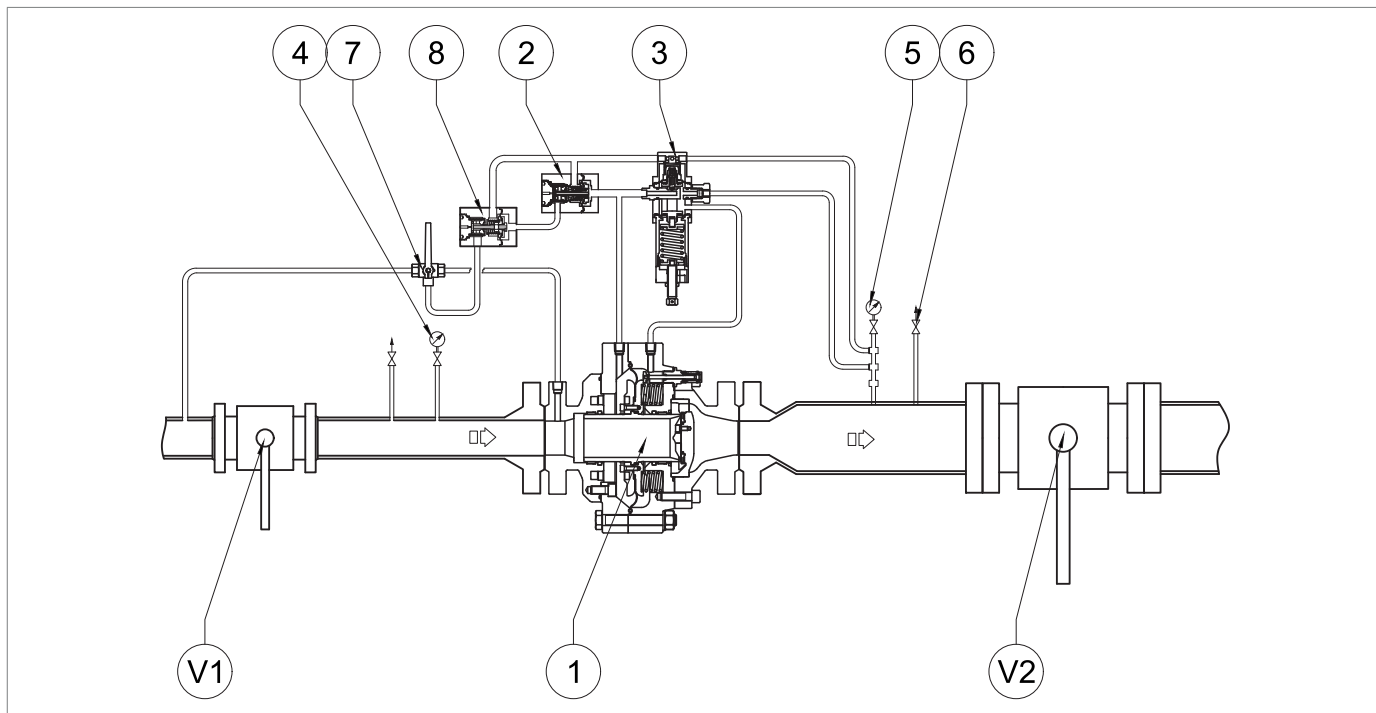

Fig. 8.24. Messa in servizio del regolatore ASX 176/FO
1	<p>! AVVISO!</p> <p>Controllare la pressione facendo riferimento al manometro (fig. 8.24, rif. 5) posto a valle del regolatore principale. Se la valvola di blocco:</p> <ul style="list-style-type: none"> <li>• interviene prima del valore di pressione previsto: avvitare (senso orario) la ghiera di regolazione (13) così da comprimere maggiormente la molla (11);</li> <li>• non interviene al valore di pressione previsto: svitare (senso antiorario) la ghiera di regolazione (13), così da scaricare la molla (11).</li> </ul>
2	Diminuire la pressione del tratto di valle aprendo il rubinetto di scarico (fig. 8.24, rif. 6) per portarla fino al valore di taratura del regolatore principale.
3	Chiudere il rubinetto di scarico (fig. 8.24, rif. 6).
1	Aprire il rubinetto di scarico (fig. 8.24, rif. 6) in atmosfera e tenerlo aperto per le fasi successive.